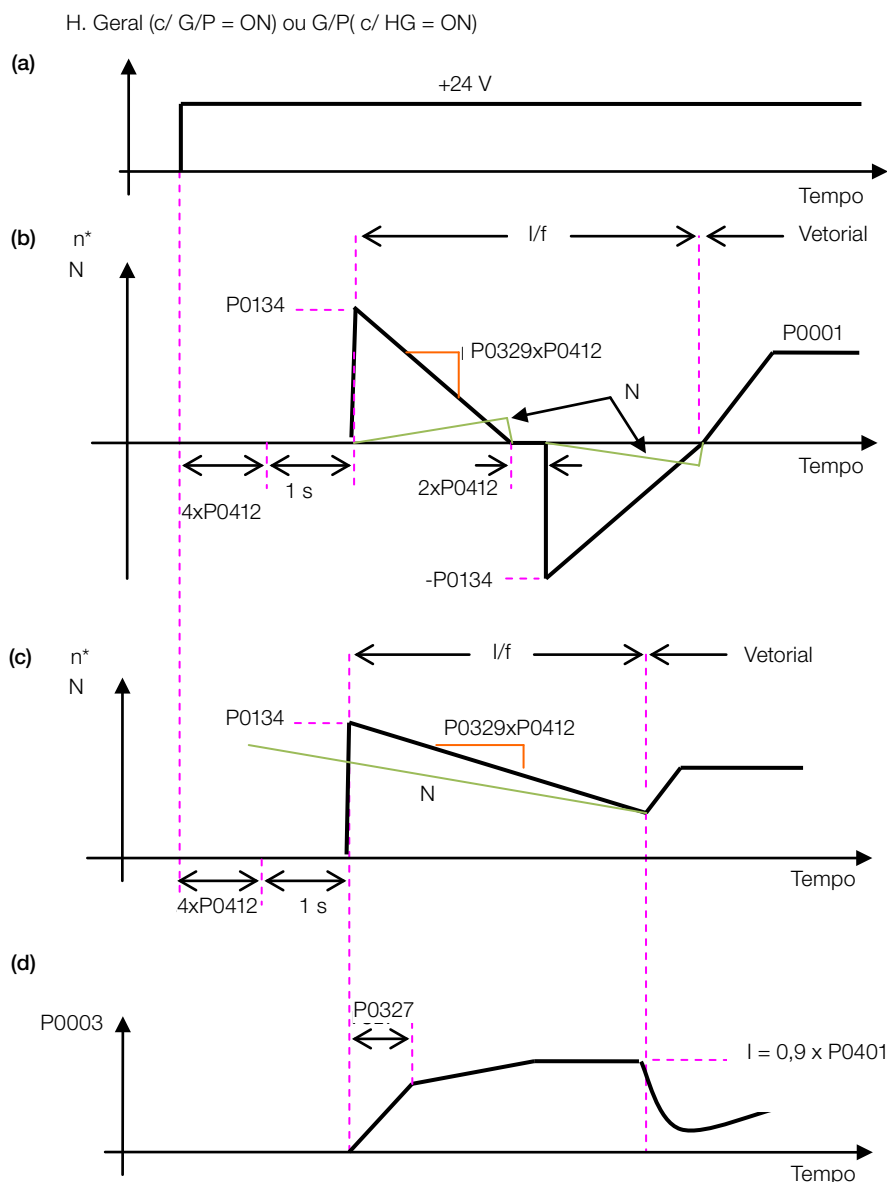

**Figura 12.4:** (a) a (d) Influência de P0327 e P0329 durante o Flying Start (P0202 = 4)
O comportamento da Função Flying Start (FS) no modo sensorless durante a aceleração e a re-aceleração pode ser compreendido a partir da Figura 12.4 na página 12-11.
Na Figura 12.4 na página 12-11 é apresentado o comportamento da referência de velocidade quando a função FS é iniciada com eixo do motor parado e P0329 pequeno (não otimizado).
A Figura 12.4 na página 12-11 apresenta a referência de velocidade quando a Função FS é iniciada com o eixo do motor girando no sentido desejado ou com o eixo parado e P0329 já otimizado.